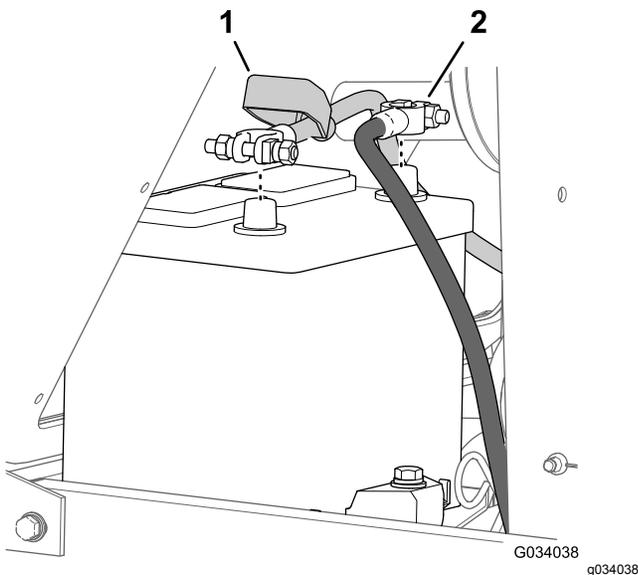

図 51
2. バッテリー端子から、マイナス-ケーブルを外す 図 51。
3. バッテリー端子部から絶縁ゴムカバーを外す 図 51。
4. バッテリー端子から、プラス+ケーブルを外す 図 51。
7. バッテリーのプラス端子にプラス+ケーブルを接続する 図 51。
8. バッテリーのマイナス端子にマイナス-ケーブルを接続する 図 51。